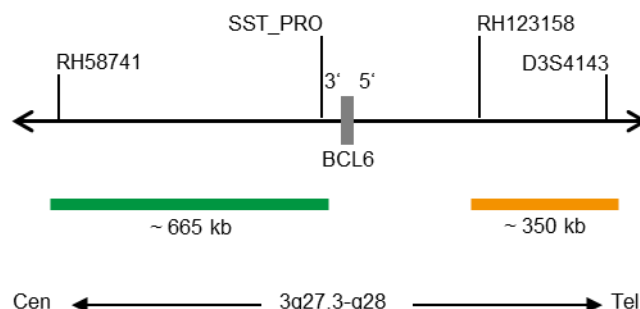

Fig. 1: SPEC BCL6 Mappa della sonda (non in scala)
- Polinucleotidi (~10 ng/μl) marcati con ZyGreen (eccitazione 503 nm/emissione 528 nm), che hanno come bersaglio sequenze mappate in 3q27.3* (chr3:186,737,897-187,403,834) prossimali alla regione del breakpoint BCL6 (vedere Fig. 1).
- Polinucleotidi (~4,5 ng/μl) marcati con ZyOrange (eccitazione 547 nm/emissione 572 nm), che hanno come bersaglio sequenze mappate in 3q27.3-q28* (chr3:187,744,962-188,097,195), distali alla regione del breakpoint di BCL6 (vedere Fig. 1).